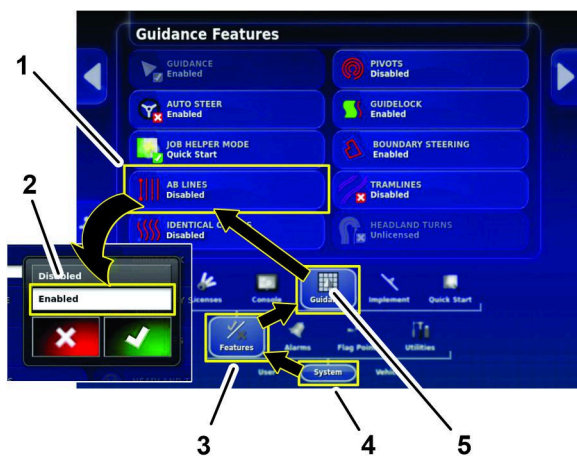

Figure 159
1. Appuyez sur les icônes SYSTEM (système), FEATURES (fonctions) et GUIDANCE (guide) (Figure 159).
2. Appuyez sur l'icône AB LINES (lignes AB) (Figure 159).
3. Dans la boîte de dialogue, appuyez sur l'icône ENABLE (activer), puis sur l'icône de confirmation (Figure 159).